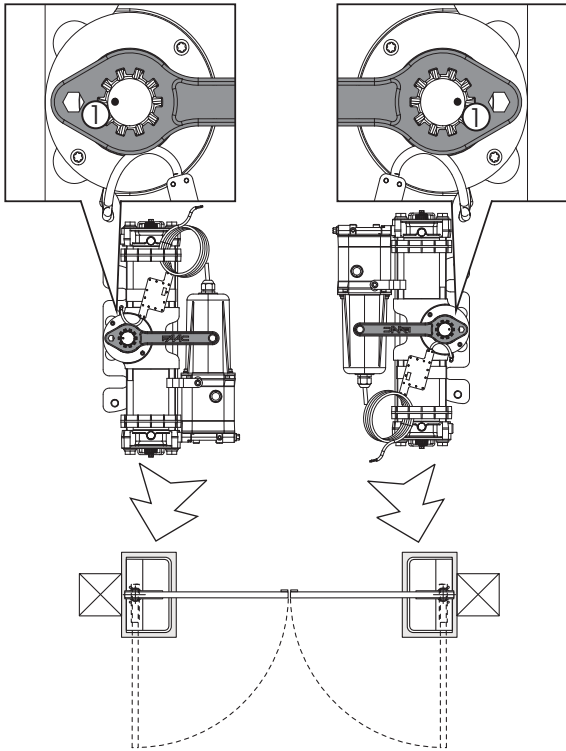

Fig.6
6) **Sin quitar el piñón** introduzca la llave que se le suministra en el operador (**Compruebe la posición del buril en el piñón Fig.6 ref.①**) y si es necesario, gire el piñón para corregir la posición (**Importante para el acoplamiento correcto entre piñón-casquillo ranurado en la fase de montaje**).
- 6) **Sin quitar el piñón** introduzca la llave que se le suministra en el operador (**Compruebe la posición del buril en el piñón Fig.6 ref.①**) y si es necesario, gire el piñón para corregir la posición (**Importante para el acoplamiento correcto entre piñón-casquillo ranurado en la fase de montaje**).